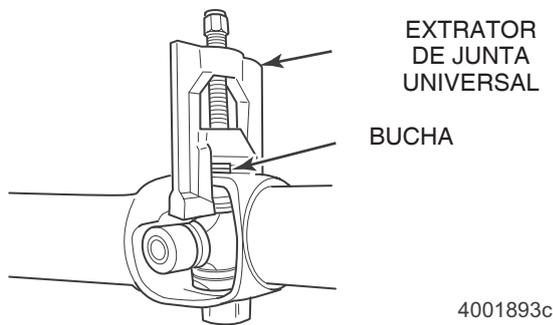

Figura 8.13
1. Posicione a junta universal num extrator de junta universal adequado. Consulte a página Notas de Serviço na parte interna da Capa Frontal deste manual para informações de como obter esta ferramenta. Figura 8.13.